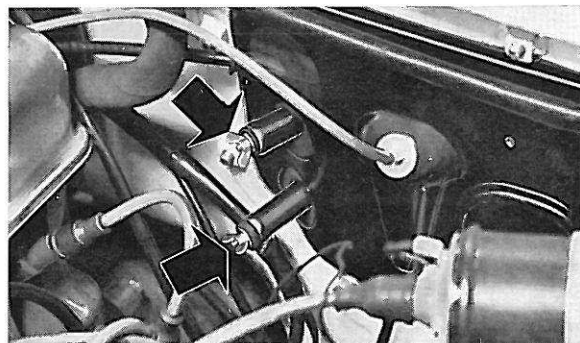

Figure 12. Bouchage des conduits
2. Déconnecter les durits à la pièce de jonction sur le tablier et mettre des bouchons (figure 12).